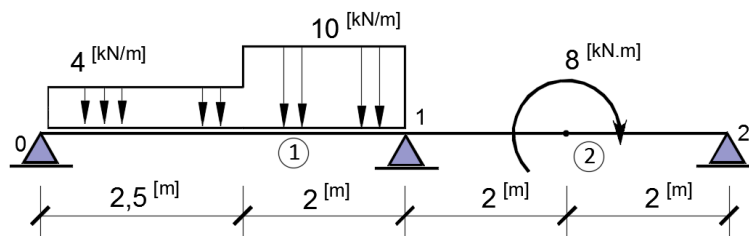

Figura 7. Viga hiperestática com dois vãos.
1.3.2 **Exercício 2:** Calcular e desenhar diagrama dos esforços seccionais de viga contínua ilustrada na Figura 7.